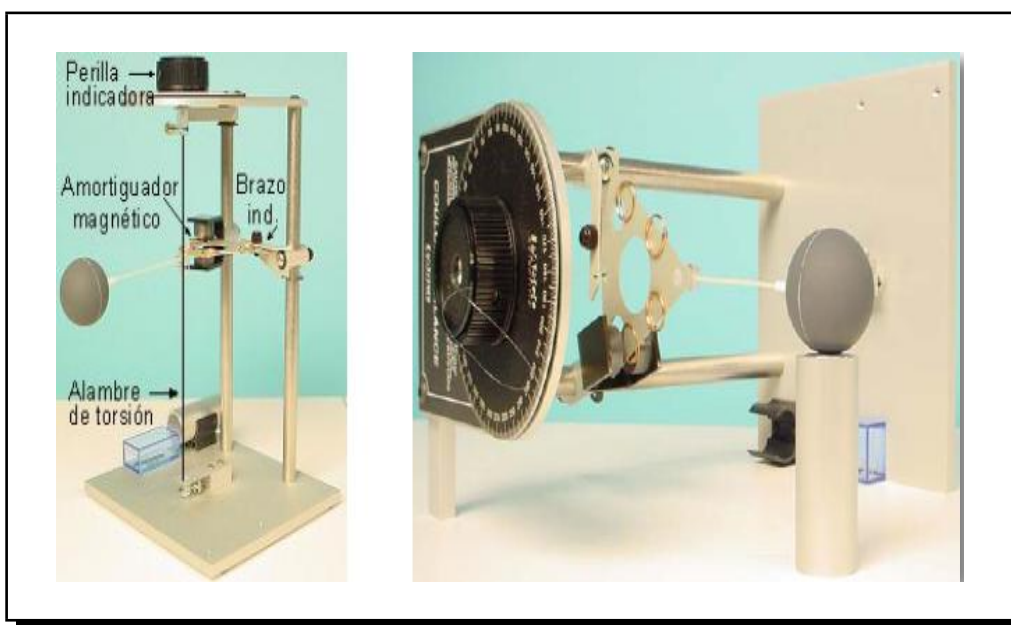

Figura 3.2: Ajustes de la balanza de torsión
- 1 Deslice los Anillos de cobre sobre la Lámina de contrapeso, como se muestra en la Figura 3.2. Ajuste la posición de los anillos de cobre de tal forma que el montaje del péndulo este nivelado.
- 6 Cuidadosamente voltee la balanza de torsión lateralmente, como se ilustra en la Figura 3.2. Coloque el tubo de soporte bajo la esfera, como se muestra.
- 1 Cuidadosamente volteee lateralmente la Balanza de torsión, como se muestra en la Figura 3.2.